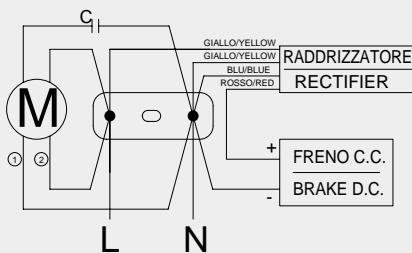
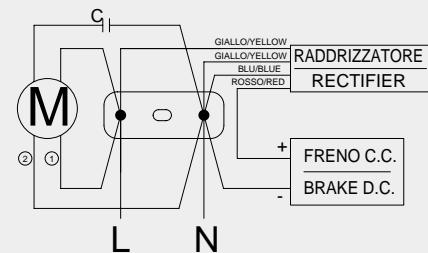

Fig. 30
Fig. 31
**Secondo metodo di collegamento:** fig. 30 - 31
**Second connection method:** fig. 30 - 31
(fig. 30 - fig. 31)
To invert rotation, change 1 with 2. (fig. 30 - fig. 31)